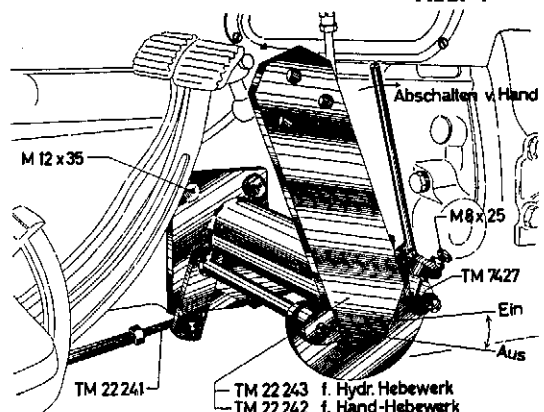

Abb. 5
4. Der **Tragbock** TM 22242 (für das Handhebewerk TM 20792) bzw. TM 22243 (für das Hydraulik-Hebewerk TM 20791) wird mit den Sechskantschrauben M 12×35 und den dazugehörigen Federringen an der rechten Schlepperseite befestigt (Abb. 5).
5. Die **Schaltstange** TM 22241 wird gemäß Abb. 5 u. 6 am Hebel der Schaltwelle TM 7431 und am Schalthebel des Schleppergetriebes Abb. 6 eingehängt; am Hebel der Schaltwelle TM 7431 durch einen Splint und am Schalthebel des Schleppergetriebes durch die Feder TM 7418 gesichert.
Die Einstellung des Zeitpunktes der automatischen Abschaltung erfolgt durch das Einstellen der in der Schaltklinke TM 7427 eingesetzten Sechskantschraube M 8×25 (Abb. 5). Im Motorleerlauf wird beim langsamen Anheben des Mähbalkens der Zeitpunkt der automatischen Abschaltung überprüft. Der Antrieb soll automatisch kurz über der Schwadstellung des Mähbalkens stillgesetzt werden. Ein Anschlagnocken am Hubarm des Hand- als auch des Hydraulik-Hebwerkes drückt beim Weiterheben aus der Schwadstellung heraus gegen die Sechskantschraube der Schaltklinke, womit die Schaltklinke ausrastet und der Schalthebel durch die Spannung der Zugfeder TM 7418 in die „Aus“-Stellung gezogen wird. Dieser Vorgang ist mehrmals in allen Drehzahlbereichen zu wiederholen.
Die Einstellung des Zeitpunktes der automatischen Abschaltung erfolgt durch das Einstellen der in der Schaltklinke TM 7427 eingesetzten Sechskantschraube M8x25 (Abb. 5). Im Motorleerlauf wird beim langsamen Anheben des Mähbalkens der Zeitpunkt der automatischen Abschaltung überprüft. Der Antrieb soll automatisch kurz über der Schwadstellung des Mähbalkens stillgesetzt werden. Ein Anschlagnocken am Hubarm des Hand- als auch des Hydraulik-Hebwerkes drückt beim Weiterheben aus der Schwadstellung heraus gegen die Sechskantschraube der Schaltklinke, womit die Schaltklinke ausrastet und der Schalthebel durch die Spannung der Zugfeder TM 7418 in die „Aus“-Stellung gezogen wird. Dieser Vorgang ist mehrmals in allen Drehzahlbereichen zu wiederholen.